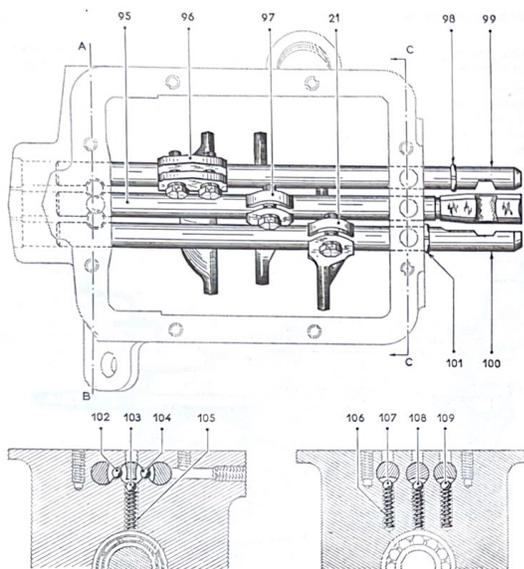

Fig. 3.8.—Ejes, horquillas y bolas de retención.
b) Retirar la tapa superior (22) y su junta (23).
c) Aflojar los tornillos de fijación de las horquillas sobre los ejes (fig. 3.8).